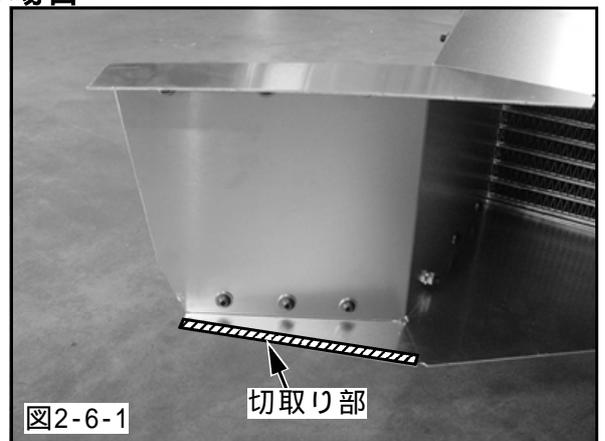

図2-6-1
- (1) フロントバンパAssyにエアガイドが干渉しないようにエアガイドを図のように切取ってください。(図2-6-1)